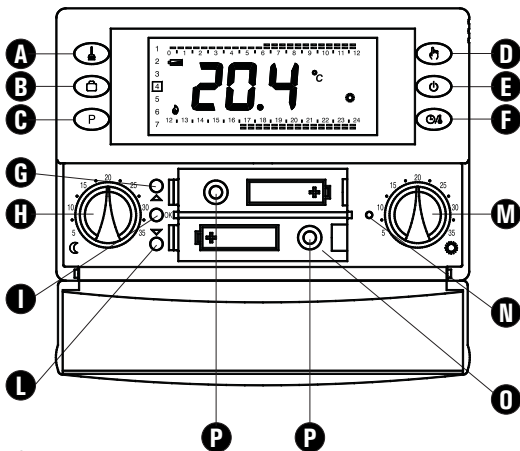

Fig. 4
5. Inserire le batterie nel vano batterie (O di Fig. 4); vedi paragrafo 'INSERIMENTO/SOSTITUZIONE BATTERIE'.
Inserire le pile rispettando le polarità indicate nell'apposito vano (vedi paragrafo 'INSERIMENTO/SOSTITUZIONE BATTERIE') ed eseguire l'operazione di reset agendo con un oggetto a punta attraverso l'apposito foro (N di Fig. 4); **NON USARE AGHI O STRUMENTI CHE POSSANO DANNEGGIARE IRREPARABILMENTE IL CRONOTERMOSTATO.**
'OK': Programmazione ora e giorno della settimana corrente (I di Fig. 4);
'▲': Avanti (G di Fig. 4);
'▼': Indietro (L di Fig. 4);
La temperatura di Comfort viene impostata tramite la manopola '🔧' (M di Fig. 4) mentre quella di Riduzione viene impostata tramite la manopola '🌡️' (H di Fig. 4).